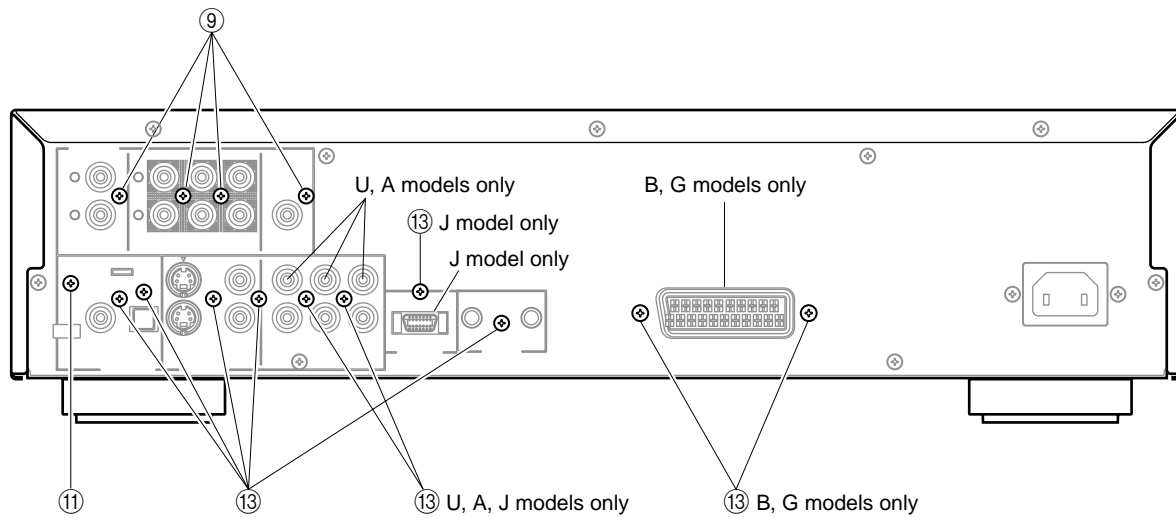

Fig. 7
- b. Remove 4 screws (9). (Fig. 7)
- b. 9のネジ4本を外します。(Fig. 7)
- a. Remove 1 screws (11). (Fig. 7)
- a. 11のネジ1本を外します。(Fig. 7)
- Remove 7 screws (13). (Fig. 7)
- 13のネジ8本を外します。(Fig. 7)